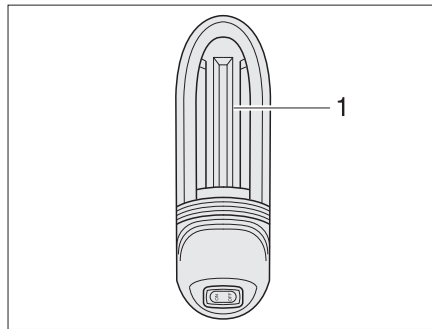

Fig. 266 Lámpara de garaje
- Empujar la tapa de la lámpara (Fig. 266,1) ligeramente hacia arriba y retirarla.